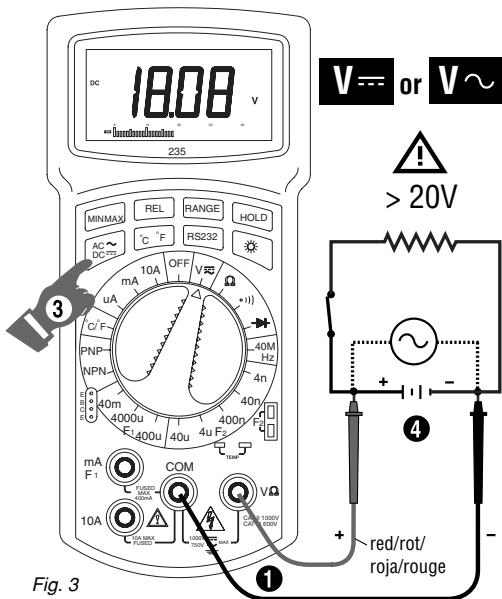

Fig. 3
DC AND AC VOLTAGE MEASUREMENT (See Fig. 3)
❶ Connect test leads as shown in figure 3. ❷ Turn function selector switch to V ~ or V = . ❸ Touch Probe tips across voltage source (in parallel with circuit). ❹ Voltage value will appear on Digital Display along with the voltage polarity (for DC).
D • Gleich- und Wechselspannungsmessung (Siehe Fig. 3)
❶ Meßkabel gemäß Fig.3 verbinden. ❷ Funktionsschalter auf V stellen. ❸
E • Medidas de tensión CC y CA (DCV y ACV) - (vea Fig 3)
F • Mesure de Tensions CC et CA (voir fig. 3)